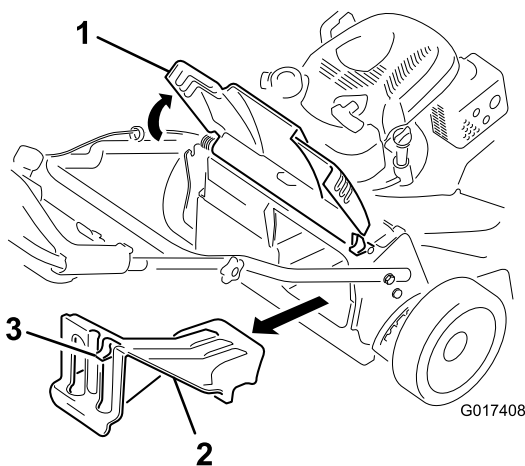

Bild 27
1. Heben Sie das hintere Ablenkblech an und halten Sie es hoch (Bild 27).
2. Drücken Sie zum Entfernen der Heckauswurfsklappe den Riegel mit dem Daumen nach unten und ziehen die Klappe aus der Maschine (Bild 27).